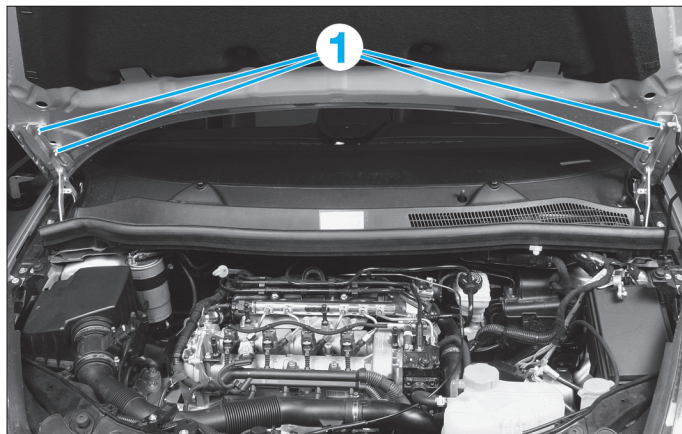

Fig. 6
- Déposer (Fig.6) :
- les écrous (1) de chaque côté,